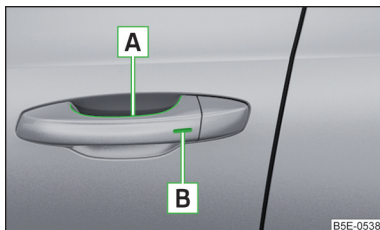

Fig. 36
Senzorii din mânerul portierei din față » fig. 36
► Prindeți mânerul portierei față sau acoperiți senzorul **A** » fig. 36 cu toată suprafața palmei » .
► Atingeți senzorul **B** » fig. 36 cu degetele.